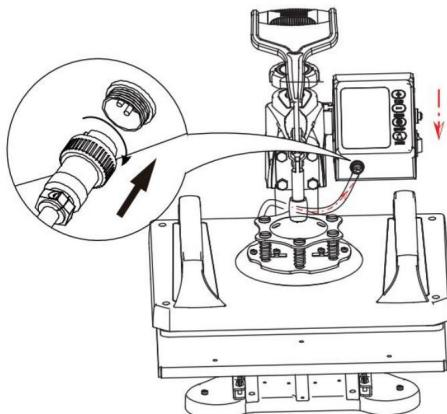

Fig 9
9. Klik de controller van boven naar beneden in de kopsleuf, verbind de mannelijke kop van de verwarmingsplaat met de vrouwelijke kop van de regelcontroller en draai de moer vast om de installatie te voltooien (zoals weergegeven in afbeelding 9).